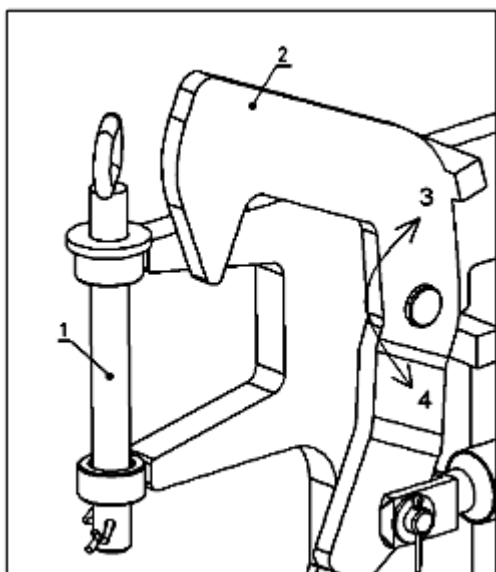

Рисунок 6.
Снять 2 предохранительных пальца (1) (рис. 6).
Закрыть предохранительные крюки (2) (рис. 6) (положение 4) при помощи гидравлического распределителя простого действия.
Поставить 2 предохранительных штыря (1) (рис. 6).